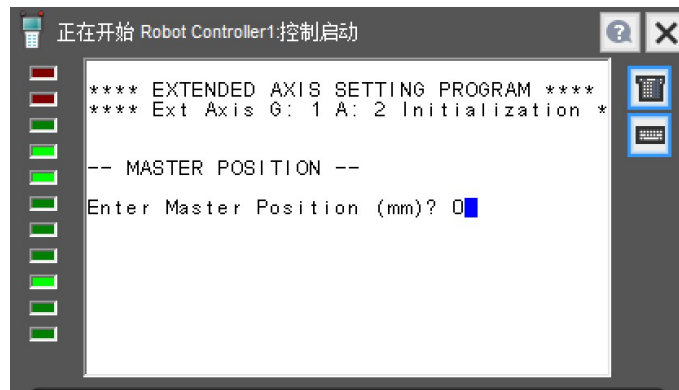

图 4.1.16
- 16) 在图 4.1.16 中选择零位位置，输入 0，点击 ENTER 键确认。